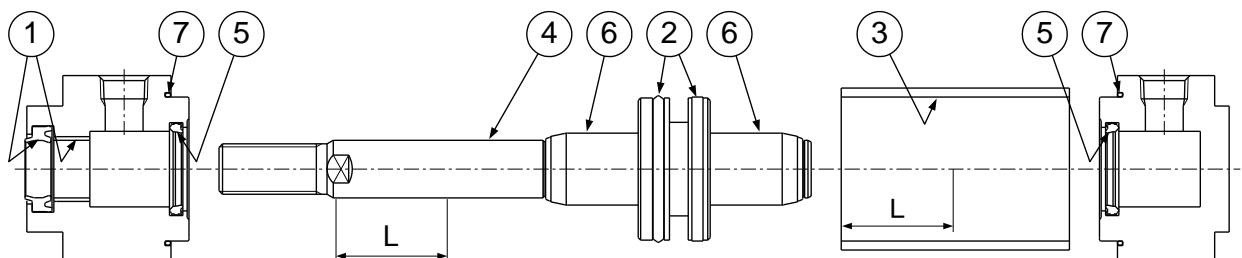

図9. グリース塗布位置
シリンダの各部品には図9の各部分にグリースを塗布しますが、100ストロークのシリンダ1本につき表10の量が必要です。目安としては人差指でさくった程度が約3(g)です。
1) ロッドパッキン、クッションパッキン(図 9, ①⑤)
2) ピストンパッキン (図 9 ②)
3) チューブガスケット (図 9, ⑦)